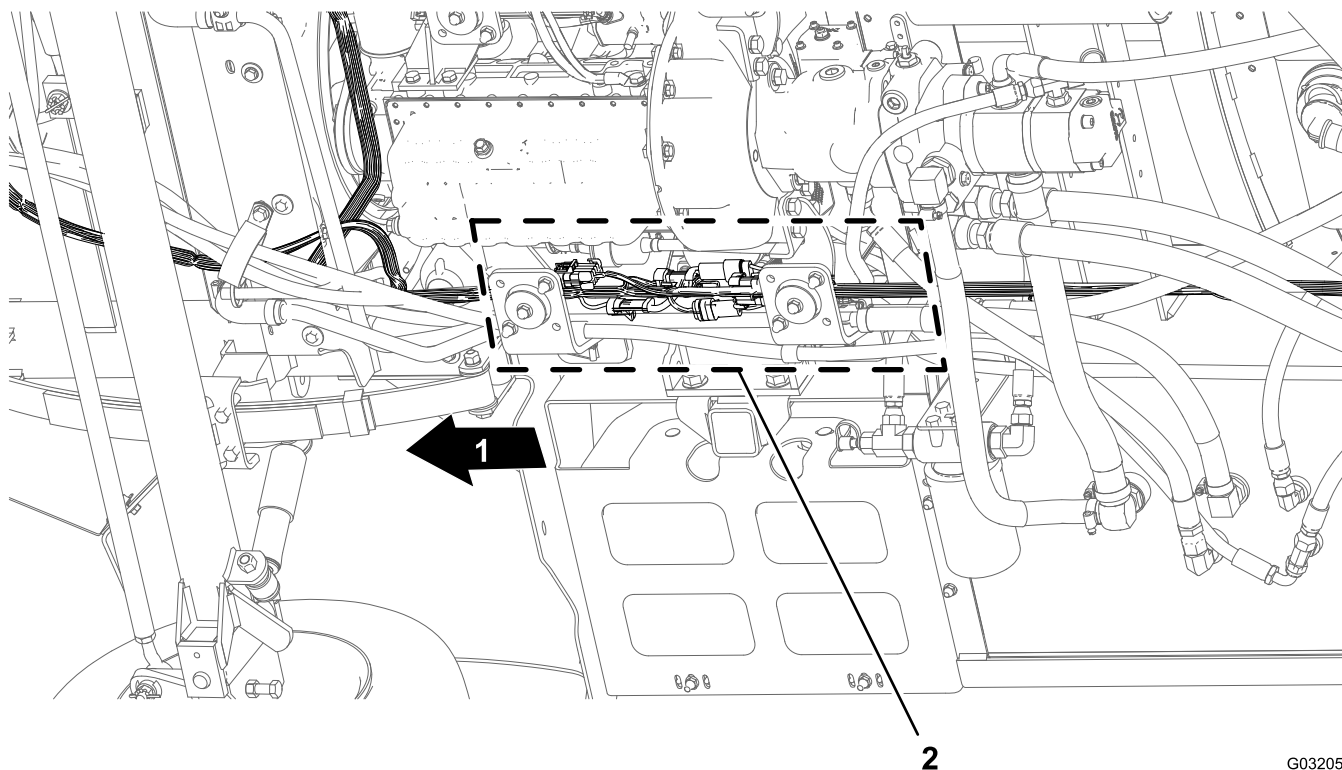

Рисунок 46
1. Находясь под машиной, под правой трубой рамы найдите электрические разъемы переднего и заднего жгутов проводов машины (Рисунок 46).